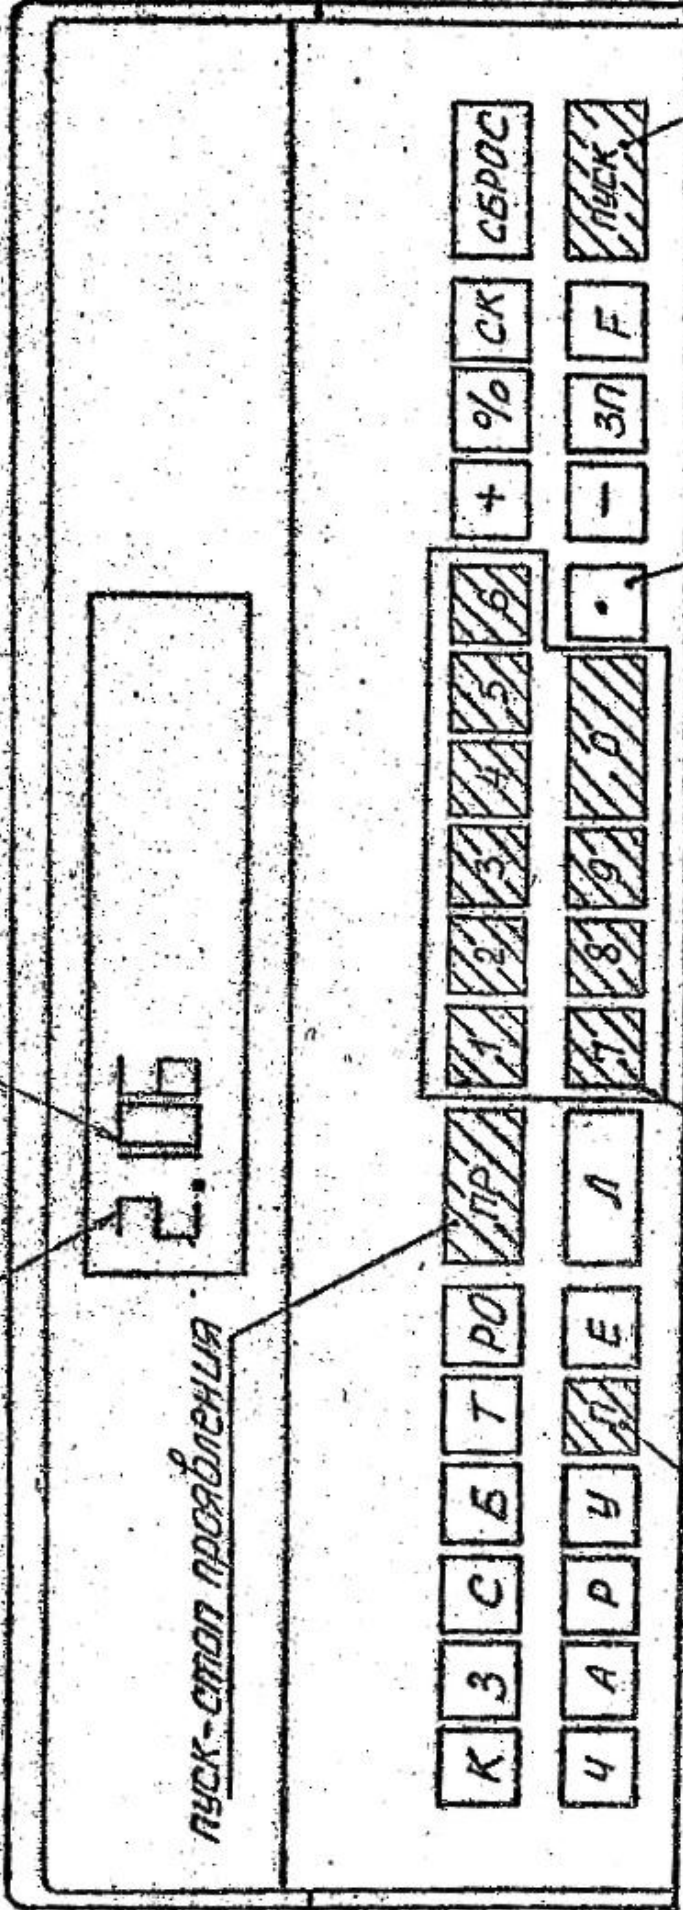

Рис.10
7.19.1. Нажатием клавиши П установить режим **КОНТРОЛЬ ПРОЯВЛЕНИЯ** (индикация в соответствии с рис.10).